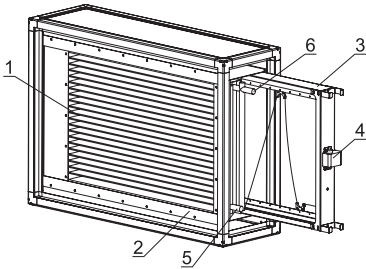

Рисунок 20
Водяной воздухонагреватель (рис.20) предназначен для нагрева воздуха и представляет собой медно-алюминиевый теплообменник (1), поверхность нагрева которого образована пучком медных труб, оребренных пластинами из алюминиевой фольги. Температура теплоносителя не должна превышать +130°C, рабочее давление – не более 12 атм. В качестве теплоносителя используется вода и незамерзающие смеси. Для защиты от замерзания теплообменника необходимо устанавливать датчик температуры воды обратного теплоносителя (на выпускном коллекторе) и капиллярный термостат (4), датчики поставляются в комплекте с щитом управления. Капиллярный термостат необходимо устанавливать на специальную рамку (3), располагаемую после теплообменника по ходу движения воздуха. Для этого необходимо демонтировать съёмную панель, извлечь рамку и растянуть трубку термостата по её сечению. Нагреватель можно извлечь потянув его на себя по направляющим (2). Для слива теплоносителя и выпуска воздуха из контура теплообменника можно использовать заглушки на патрубках (5) и (6).